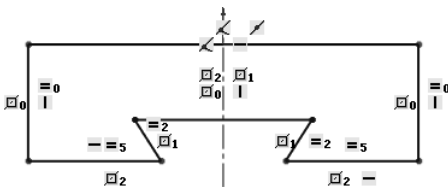

图 5.1.9 创建几何约束
## ② 创建几何约束。创建如图 5.1.9 所示的水平、竖直、对称、相等和重合约束。
说明：创建对称约束时，需先绘制中心线，并建立中心线与原点的重合约束，如图 5.1.9 所示。